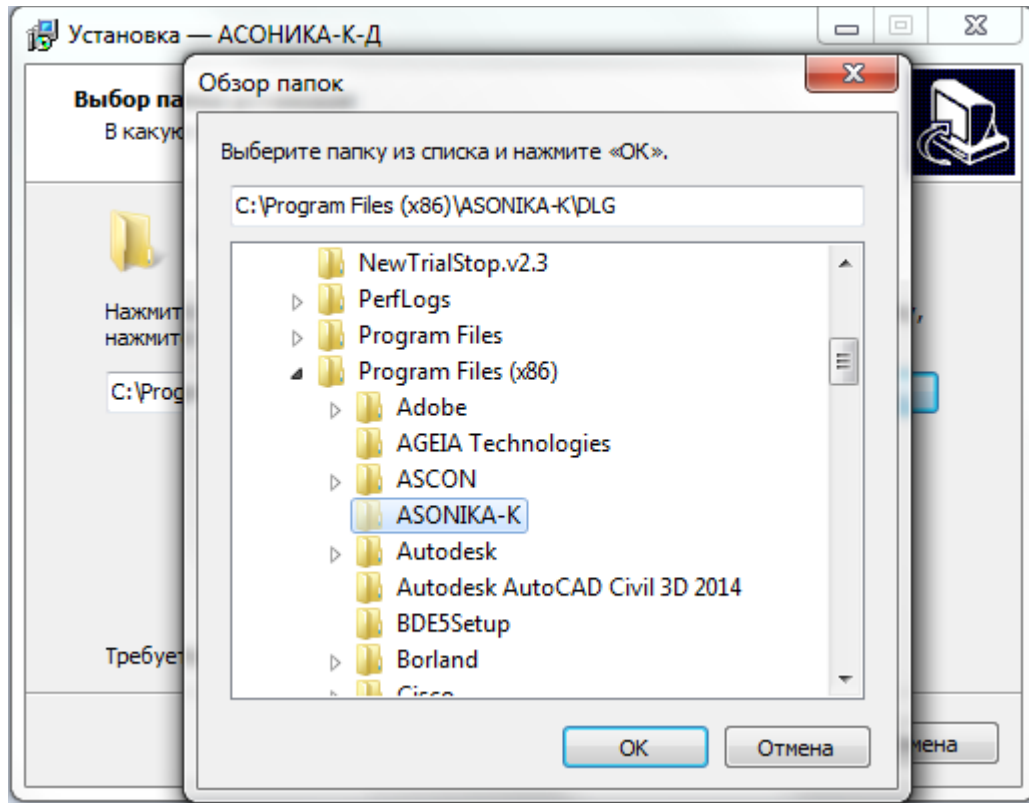

Рисунок 3.4. Выбор папки, в которую будет установлена система АСОНИКА-К-Д
- В появившемся окне (см. рисунок 3.4) выберете нужную Вам папку.